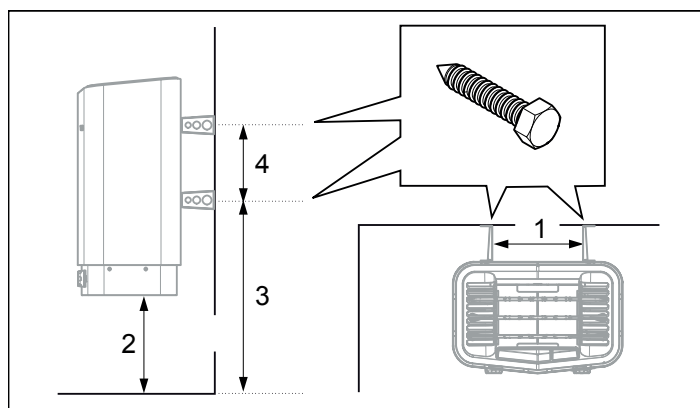

Fig 11: Måttsättning
9. Placera konsolskruvarna enligt måttsättning se Fig 11.